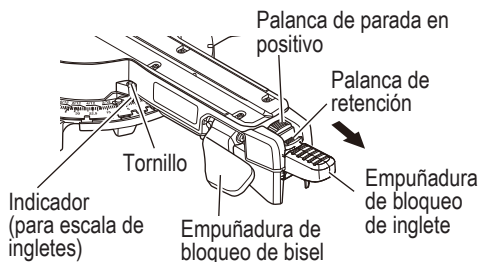

Fig. 27
Siga el proceso indicado a continuación para lograr los ajustes más rápidos y precisos. (Fig. 27)
- (1) Empuje hacia arriba la empuñadura de bloqueo de inglete para soltar la mesa giratoria.
- (2) Empuje hacia abajo la palanca de parada en positivo hasta que la palanca de retención se acople para soltar la "parada en positivo".
- (3) Rote la mesa giratoria y configure el indicador para que se ajuste al ángulo deseado de la escala de ingletes. En este momento, al usar la función de parada en positivo, tire de la palanca de retención en la dirección de la flecha hasta el ángulo deseado, tal y como se muestra en la Fig. 27. A continuación, suelte la palanca de retención y mueva la mesa giratoria para fijarla en su sitio al ángulo deseado con la función de parada en positivo (0°, 15°, 22,5°, 31,6° y 45°).
- (4) Empuje hacia abajo la empuñadura de bloqueo de inglete para fijar la mesa giratoria en su sitio.
Palanca de retención (Fig. 27)